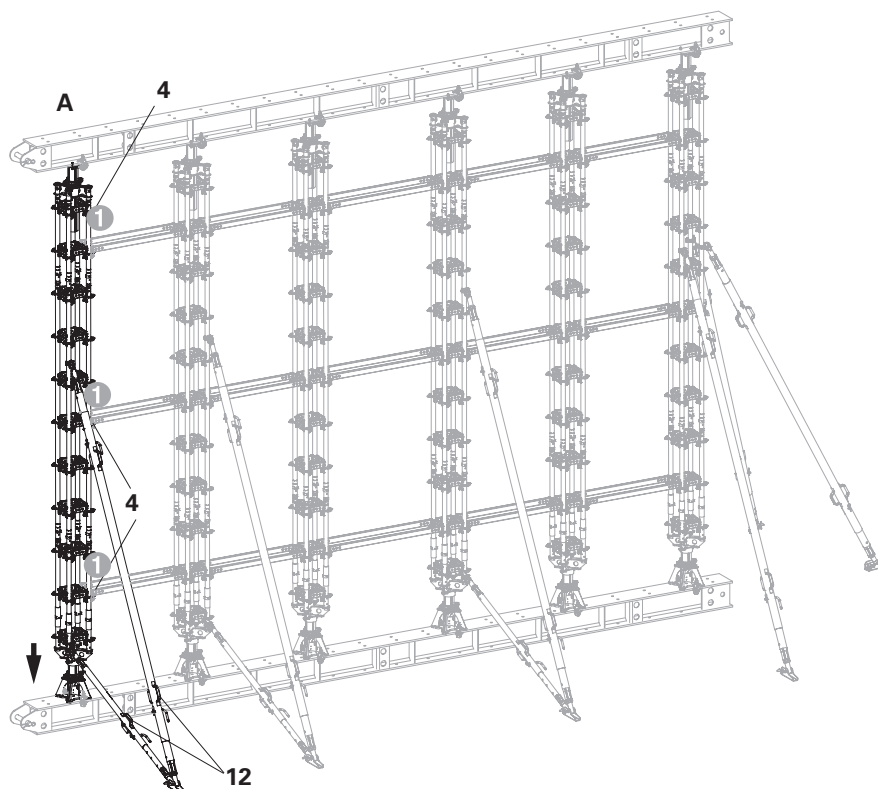

Fig. A7.01
3. Abbassare il puntello a portata elevata HD (A). (Fig. A7.01)
4. Rilasciare i cunei ③.